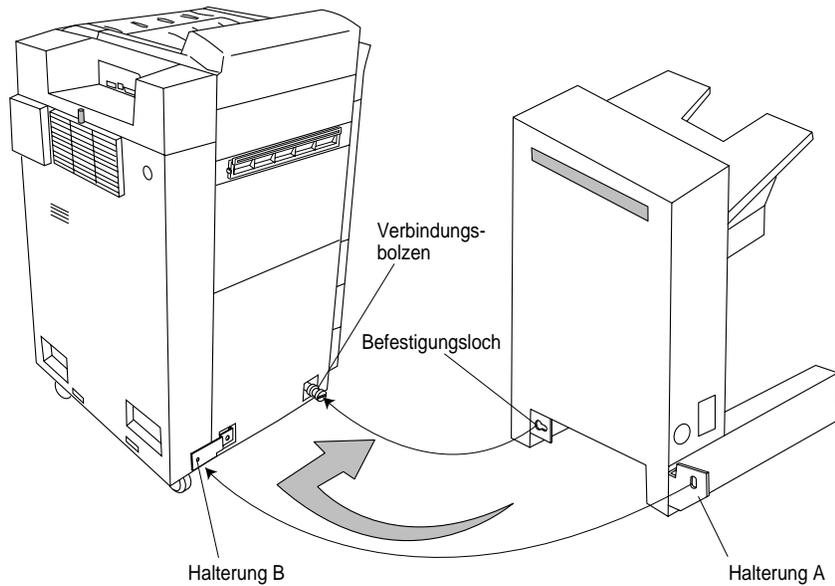

Abbildung 4-28 HLA-Einheit befestigen
3. Schieben Sie den Verbindungsbolzen in die größere Rundung des Befestigungslochs an der HLA-Einheit (siehe Abbildung 4-28).